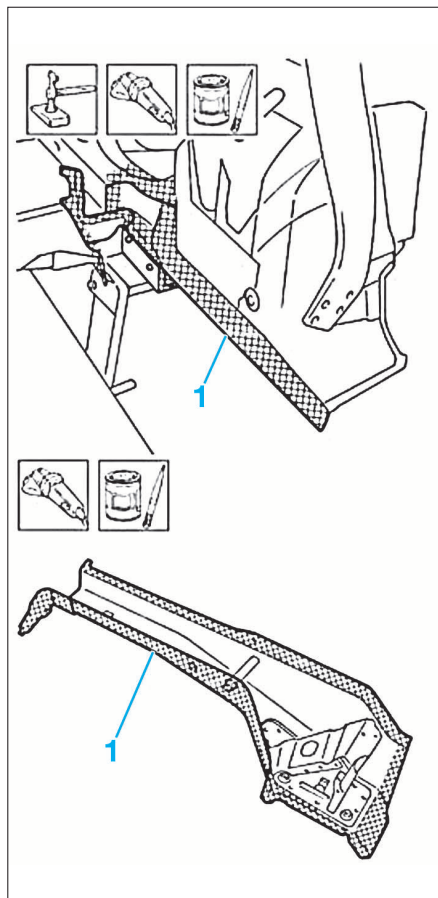

FIG. 38
- Nettoyer les zones (1) (Fig.38) sur le véhicule et sur les pièces neuves.